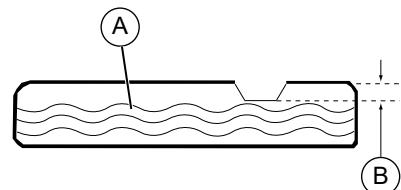

Figure 2-10. Ajout du carburant recommandé
- Ajoutez lentement le carburant recommandé (A). Ne remplissez pas à ras bord (B). Voir **Figure 2-10.**